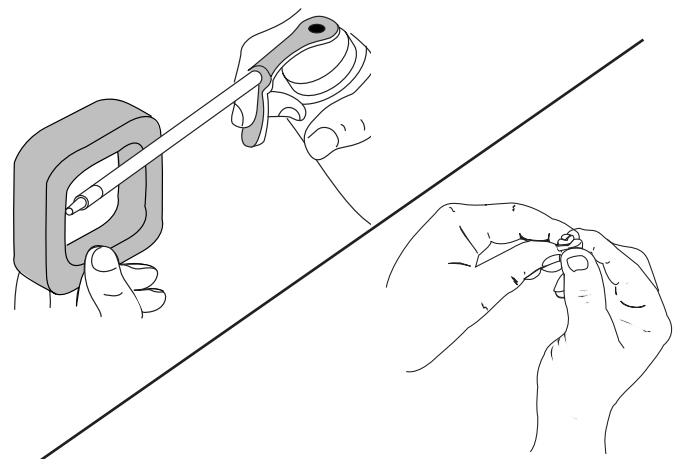

Fig. 26
4. Aplique suficiente aceite de motor limpio SAE 30 para apenas recubrir el filtro (Fig. 26).
5. Apriete el filtro para desparramar y eliminar el exceso de aceite (Fig. 26).